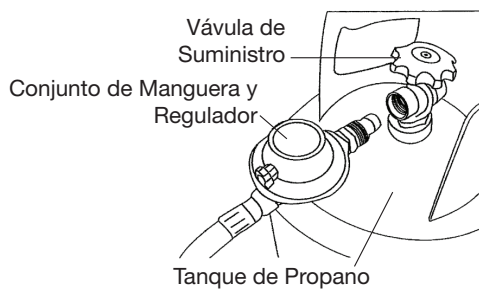

Figura 5
1. Para conectar el conjunto de manguera y regulador, enrosque el conector del conjunto HACIA LA DERECHA en la válvula del tanque. (Figura 5 y 6) Asegúrese de apretar firmemente.